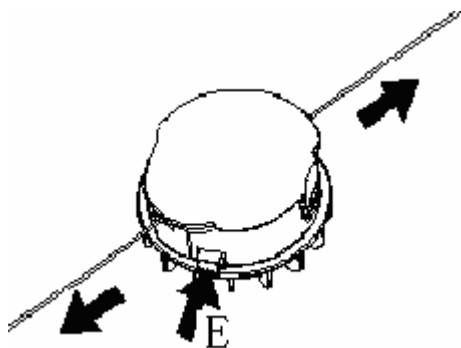

Fig. 13
2. Pour allonger les lignes de coupe, pressez et relâchez le bouton d'alimentation des lignes de coupe (E) tout en tirant doucement deux lignes jusqu'à ce que les lignes parviennent à la ligne de découpe lame. (Fig. 13)
et redémarré, répétez # 2 (Fig. 13).